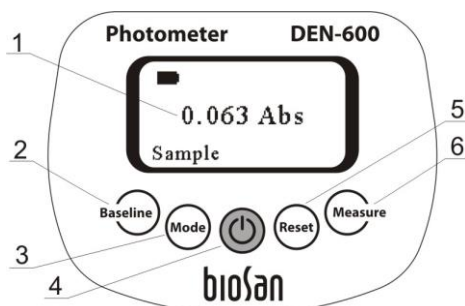
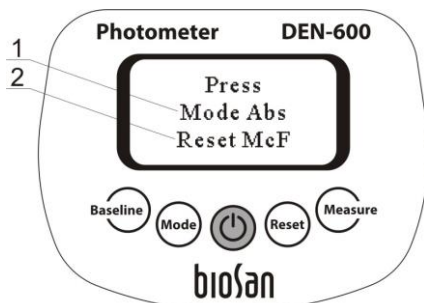

Рисунок 1. Панель управления
Рисунок 2. Выбор варианта измерения
- 5.1. Подсоедините внешний блок питания к сети. Включите прибор зелёной кнопкой **Power** (рис. 1/4) на панели управления.
- 5.2. На дисплее (рис. 1/1) может отображаться:
- Доступны два варианта измерения – McFarland (McF) и Abs (Absorbance, поглощение), смотрите рисунок 2 и **5.3**.
- 5.3. **Выбор варианта измерения (рисунок 2).** Выберите единицы измерения, нажав кнопку **Reset** для McF (рис. 1/5) или кнопку **Mode** для Abs (рис. 1/3).
- 5.4. **Калибровка по базовой линии.** Прибору необходима базовая линия (измеряя в Abs), например, зависящая от вида сосуда с образцом или цвета суспензии. Вставьте сосуд с образцом в гнездо прибора и нажмите кнопку **Baseline** (рис. 1/2).
- 5.5. **Выбор режима работы.** Нажмите кнопку **Mode** (рис. 1/3) для переключения между доступными режимами работы, **Sample, Save and Read**.
- 5.5.1. **Режим образцов Sample** – измерения без записи результатов. Поместите образец в прибор и нажмите кнопку **Measure** (рис. 1/6). Дисплей отобразит результат измерения.